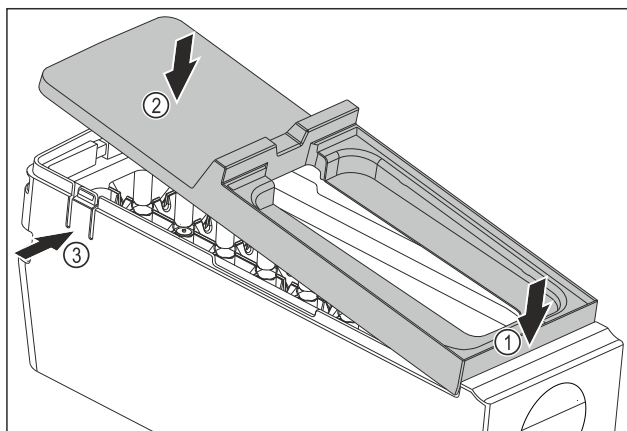

Fig. 90
- Montera skyddet på EasyTwist-Ice-enheten: Sätt in skyddet framtill. Fig. 90 (1)
- Sänk ned skyddet baktill. Fig. 90 (2)
- ▷ Skyddet hakar hörbart i båda skenorna Fig. 90 (3).